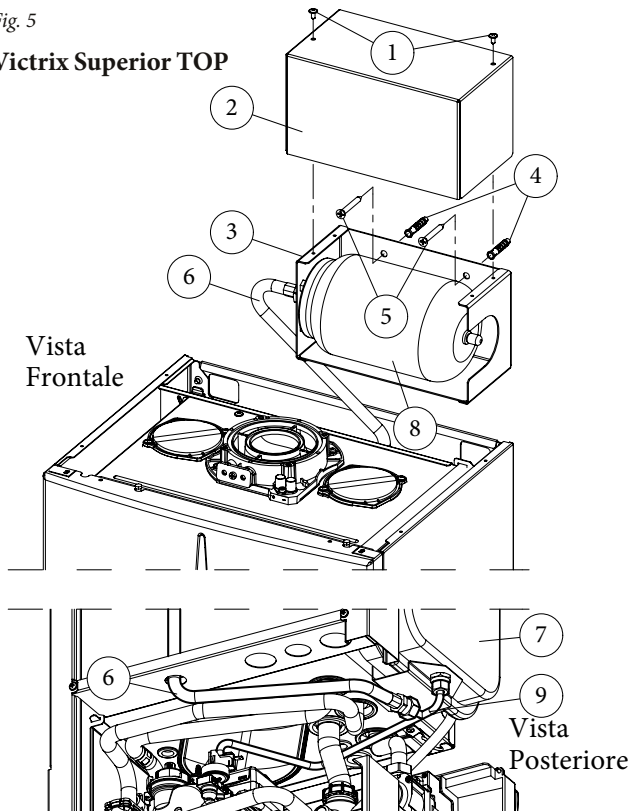

Fig. 6
- **Maior Eolo 24 VIP (Fig. 6):** smontare il tappo presente su vaso espansione (7) e montare al suo posto il nipplo (10) interponendo le guarnizioni piane.